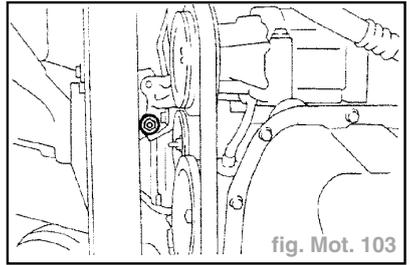

fig. Mot. 103
- Reposer l'écrou de la partie inférieure sur le support de fixation moteur (fig. Mot. 103).